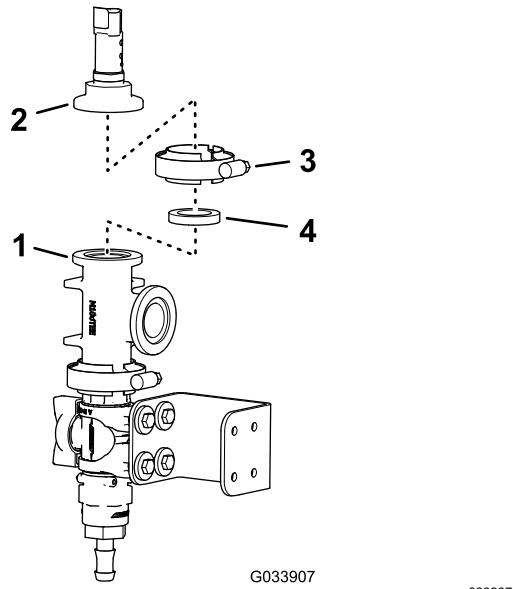

Figura 30
- Alinhe a flange do transdutor de pressão com a flange da união em T, conforme se mostra em Figura 30.
- Monte o transdutor de pressão na união em T com uma junta e um grampo da flange e aperte o grampo à mão (Figura 30).